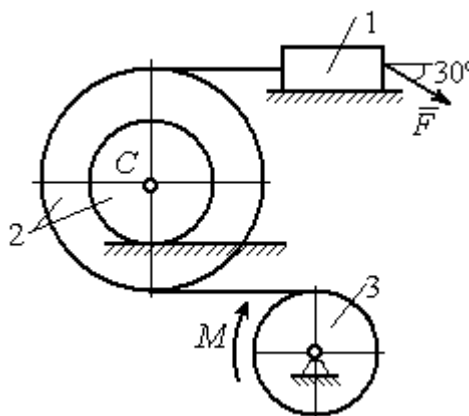

Рис. 6.19. Схема движения механической системы
**Задача 68.** Механическая система включает груз 1, ступенчатый диск 2 (каток), катящийся ступенькой по неподвижному рельсу, и однородный диск 3 (блок), вращающийся вокруг неподвижной оси, соединённых нерастяжимыми нитями (рис. 6.19). Качение ступенчатого диска происходит без скольжения. К грузу 1 приложена сила  $\vec{F}$  под углом  $30^\circ$  к горизонтальному направлению движения груза. К блоку 3 приложена пара сил с моментом  $M$ . Найти закон движения центра масс катка 2 и реакцию шарнира блока 3 в момент времени  $t = 1$  с, если  $P_1 = 10$  Н;  $P_2 = 20$  Н;  $P_3 = 15$  Н;  $F = 5(t+1)$  Н;  $M = 3(1 + 2t)$  Н·м;  $R_2 = 0,8$  м;  $r_2 = 0,2$  м;  $R_3 = 0,4$  м; момент инерции катка 2 относительно оси, проходящей через центр масс перпендикулярно плоскости движения,  $i_{2C} = 0,6$  м.